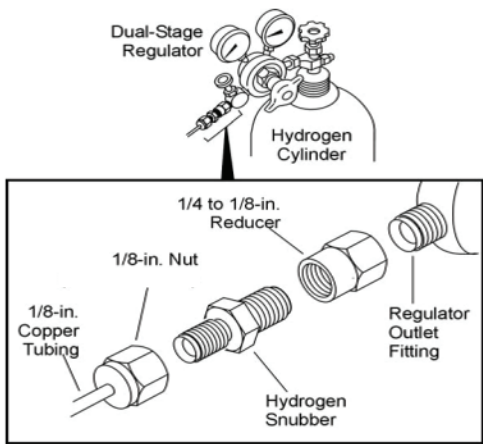

图2 氢气限制器安装在具有两级不锈钢气体调节阀的出口, 安装限制器的目的是防止氢气快速泄露到实验室以及气路管线断裂。
- 如果你使用的气体钢瓶，请安装氢气的限制器，如图2所示，并加贴与相应的Clarus GC对应的警告标签（未显示）。氢气限制器直接连接出口的调节器，防止氢气突然释放进入实验室，从而导致气体管线被破坏。